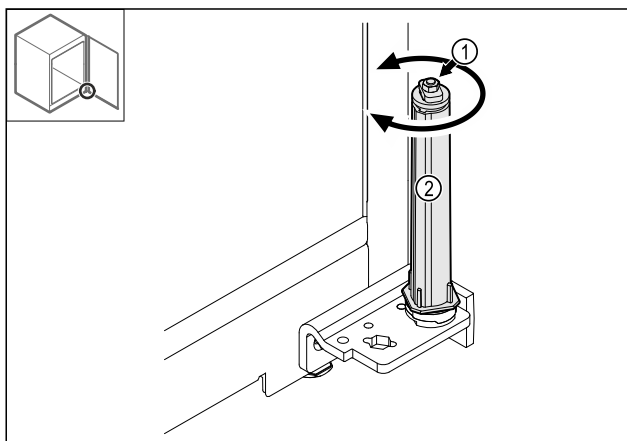

Fig. 40
- Nie demontować połączenia śrubowego Fig. 40 (1) systemu blokującego.
- System blokujący Fig. 40 (2) obrócić do momentu, aż kliknie.